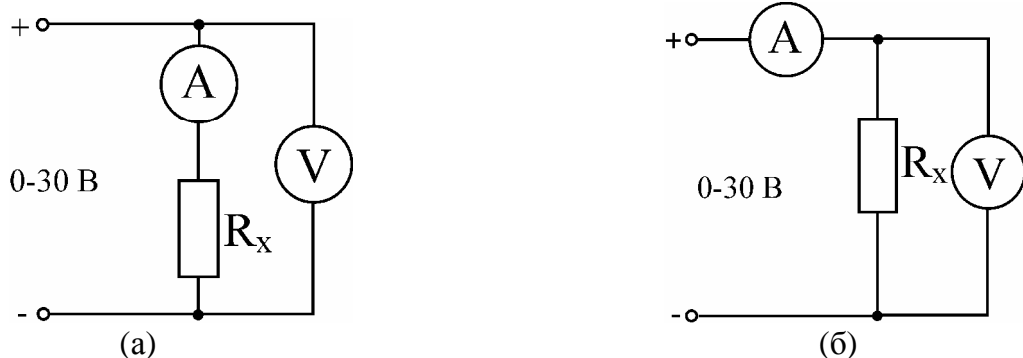
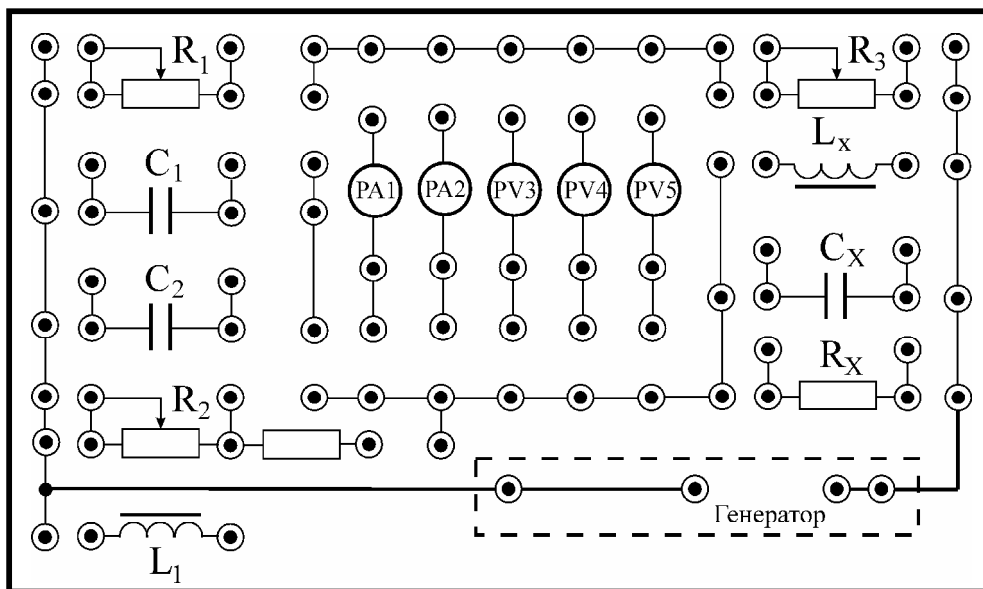
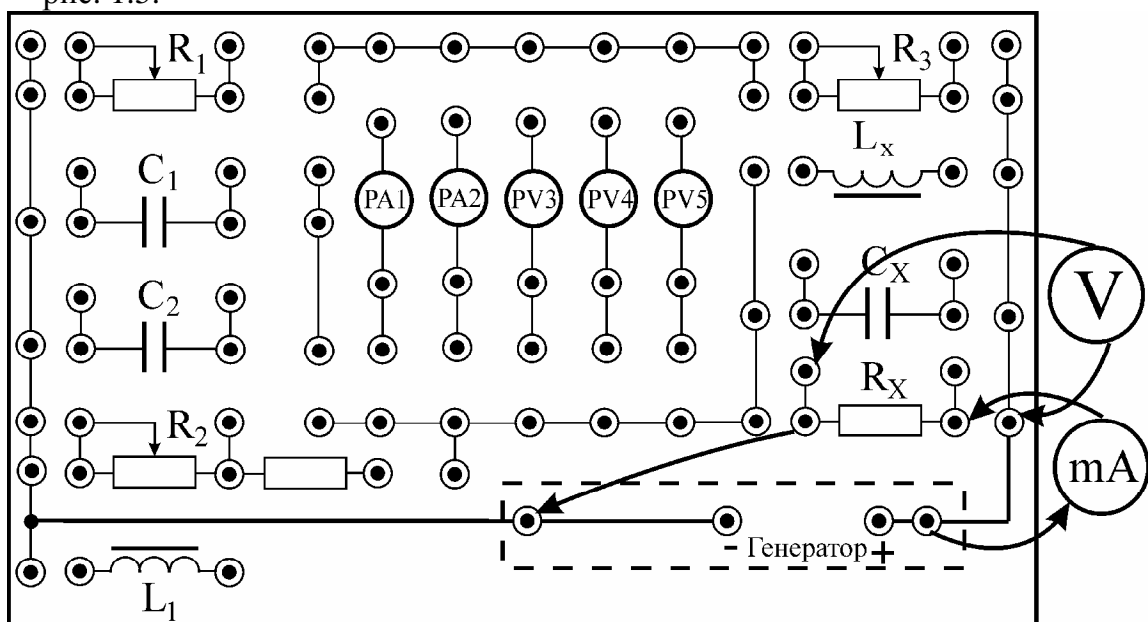
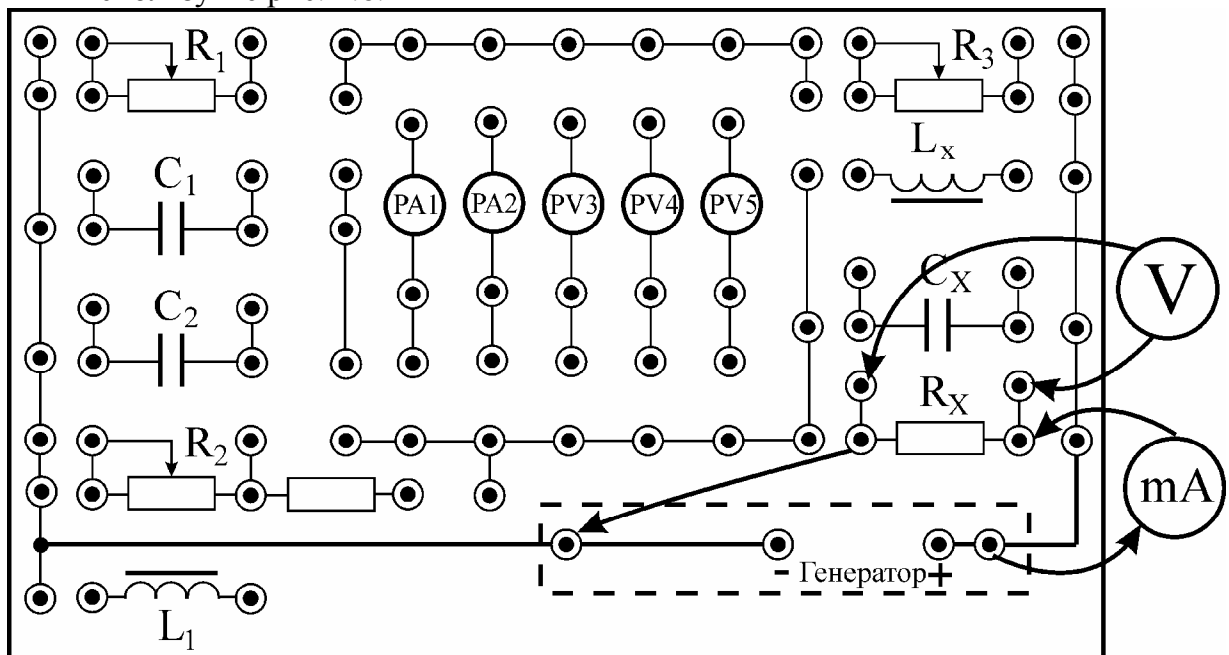

Рис. 1.3. Измерение сопротивления методом вольтметра-амперметра
Рис. 1.4. Схема сменной панели НТЦ-22.03/01
Рис. 1.5.
Рис. 1.6.
Метод основан на том, что вольтметром измеряется напряжение U на измеряемом сопротивлении R_x и амперметром сила тока I в нем. Значение R_x определяется по закону Ома для участка цепи (1, 2). Для измерения сопротивления собираются схемы, приведенные на рис. 1.3.
2. Собрать схему, как показано на рис. 1.3 (а) используя монтажную схему (рис. 1.4). В цепь вместо амперметра и вольтметра необходимо включить мультиметры в режимах измерения постоянного тока (предел измерения 200 мА) и напряжения (предел измерения 20В). При сборке схемы используйте рис. 1.5.
13. Собрать схему, как показано на рис. 1.3 (б) в соответствии со схемой сменной панели (рис. 1.4). В цепь вместо амперметра и вольтметра необходимо включить мультиметры в режимах измерения постоянного тока (предел измерения 200 мА) и напряжения (предел измерения 20В). При сборке схемы используйте рис. 1.6.